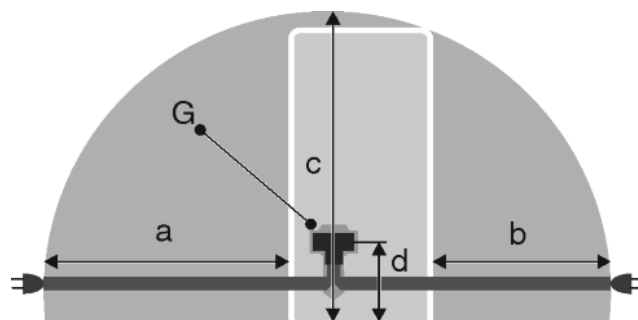

Fig. 28
- La prise de courant est en dehors de la zone postérieure de l'appareil dans la zone concernée. *Fig. 28 (a, b, c)*
- ▶ Introduire la fiche de l'appareil *Fig. 28 (G)* au dos de l'appareil. Veiller à ce qu'elle s'introduise correctement.